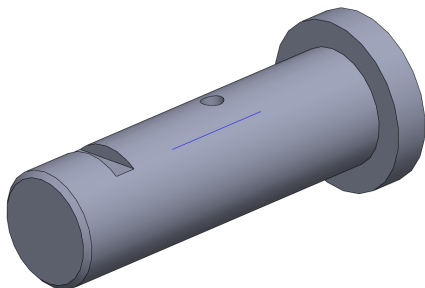

图 7-33 通过 XYZ 点创建曲线效果
(4) 单击【确定】按钮，即可通过 XYZ 点创建曲线，效果如图 7-33 所示。